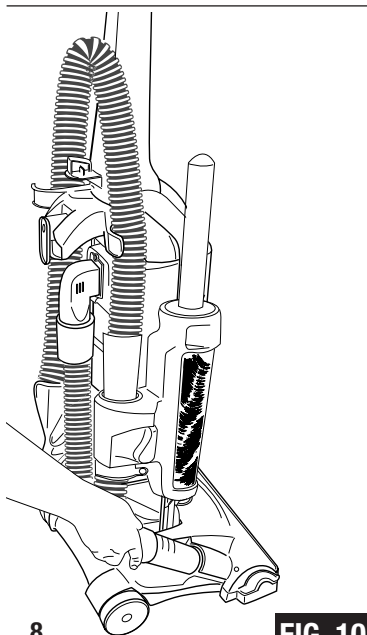

FIG. 10
Step 1: To use accessories remove hose from hose retainer in hood of cleaner by lifting up and twisting (FIG. 10).
Étape 1 : Pour utiliser les accessoires, retirez le tuyau du raccord qui se trouve dans le capot de l'aspirateur en le levant et le tournant (FIG. 10).
Paso 1: Para usar los accesorios quite la manguera del retén de la manguera en la tapa de la base de la aspiradora levantando la manguera y haciéndola girar levemente (FIG. 10).